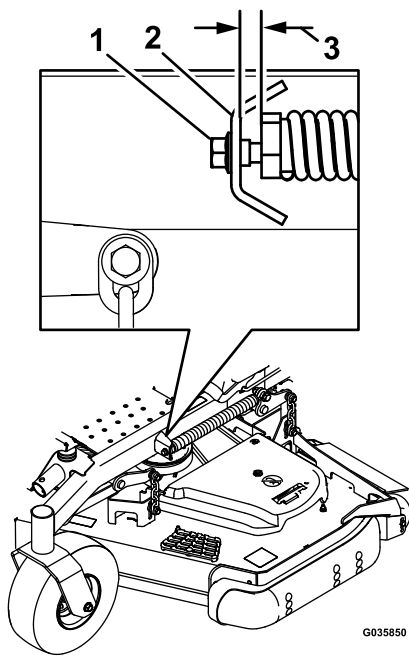

Figura 84
- B. Afloje lentamente el tornillo de ajuste del muelle auxiliar de elevación hasta que pueda retirar el tornillo (ver Figura 84).